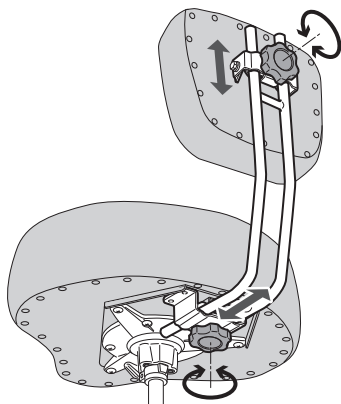

図5
2. バックレストチューブを前後にスライドして位置を調整し、お好みの位置で調整ノブを締め固定します(図.5)。
4. バックサポートを上下にスライドして位置を調整し、お好みの位置で調整ノブを締め固定します(図.5)。